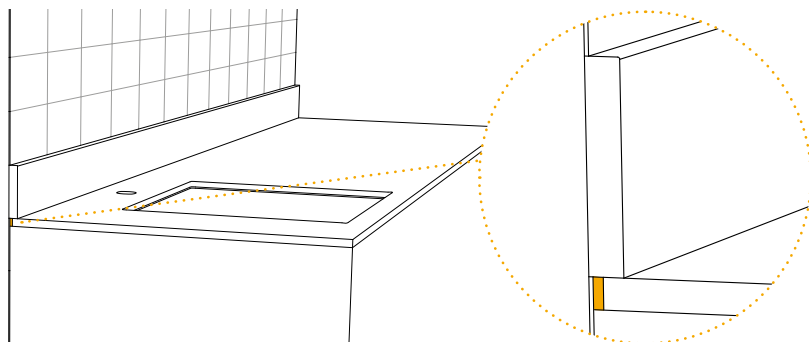

fig. 5
■ Prévoir des joints de dilatation d'au moins 3 mm entre le plan et l'éventuelle crédence, afin de compenser les irrégularités de la paroi ou de possibles mouvements structurels du bâtiment, évitant ainsi une tension excessive avec rupture conséquente de la plaque (fig. 5). La bande de finition doit toujours être placée sur le dessus et scellé avec du silicone.